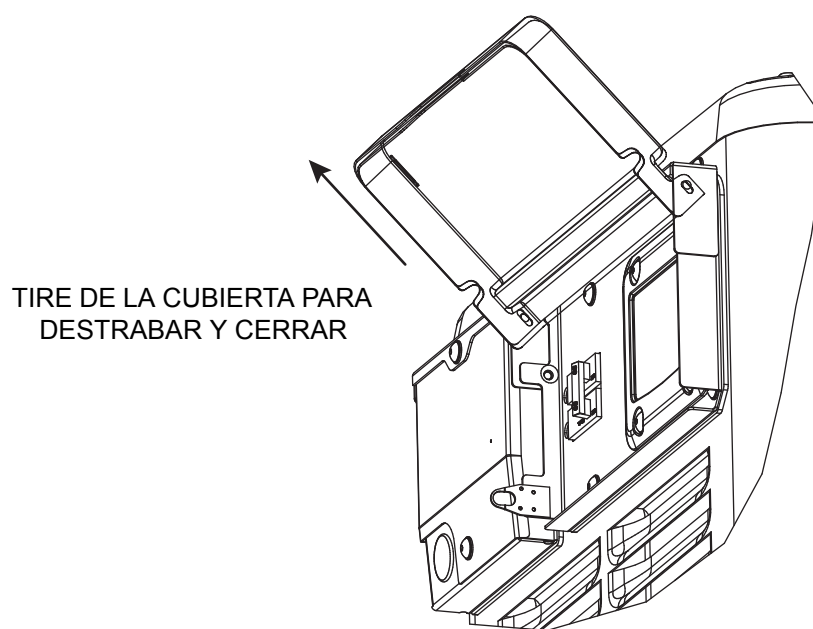

Figura 3-2: Cierre de la cubierta del tablero de control
La interfaz de usuario incluye siete (7) LED, que indican las alarmas, advertencias y acciones de mantenimiento que deben efectuarse del generador. Vea en la Figura 3-2 y en la tabla siguiente los detalles de cada indicación.